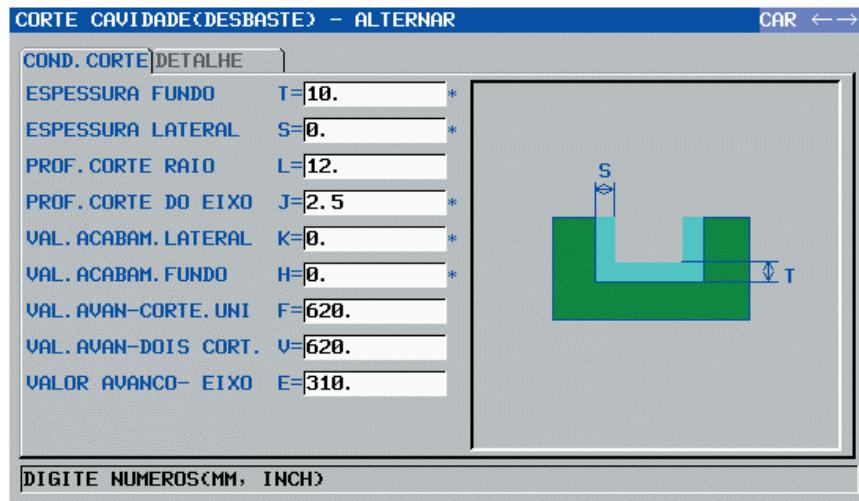

Figura 36 - Janela “COND. CORTE” - Ciclo de Cavidade
- Preencher os campos conforme a figura 36